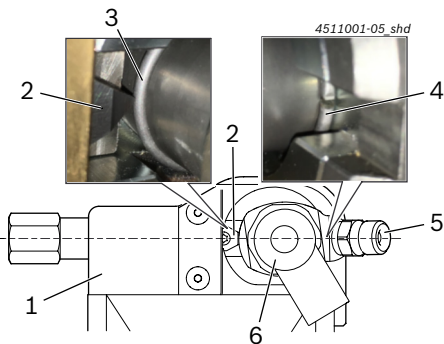

Рис. 5: Подключение высокого давления (поз. 5) на стороне, противоположной поворотной режущей пластине (поз. 2)
- Сдвиньте CRI как описано в Рис. 5 до упора в инструмент для демонтажа и удерживайте в этом положении.
- ⇒ Пружинное стопорное кольцо (Рис. 5, поз. 3) установлено точно на высоте поворотной режущей пластины (Рис. 5, поз. 2).